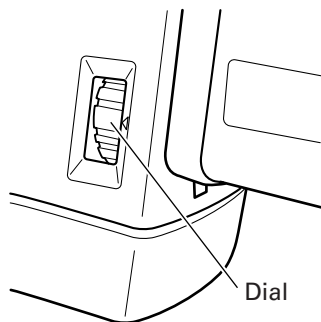

Fig. 10 (H 60MB)
6. Seleccione el número de golpes (aplicable solamente a H60MB) (Fig. 10)